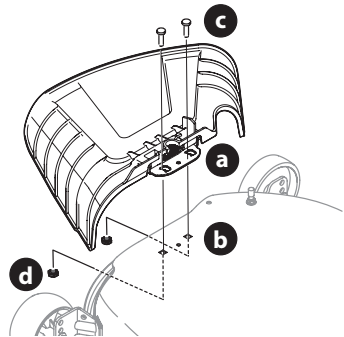

Figure 8
- Utilisez les deux boulons de carrosserie (c) et les deux écrous à bride (d), fixez le déflecteur de goulotte au plateau de coupe (Figure 8). Serrez entre 18,5 et 23 N·m (170 et 200 po·lb) (Figure 8). Passez au réglage des roues du plateau de coupe.